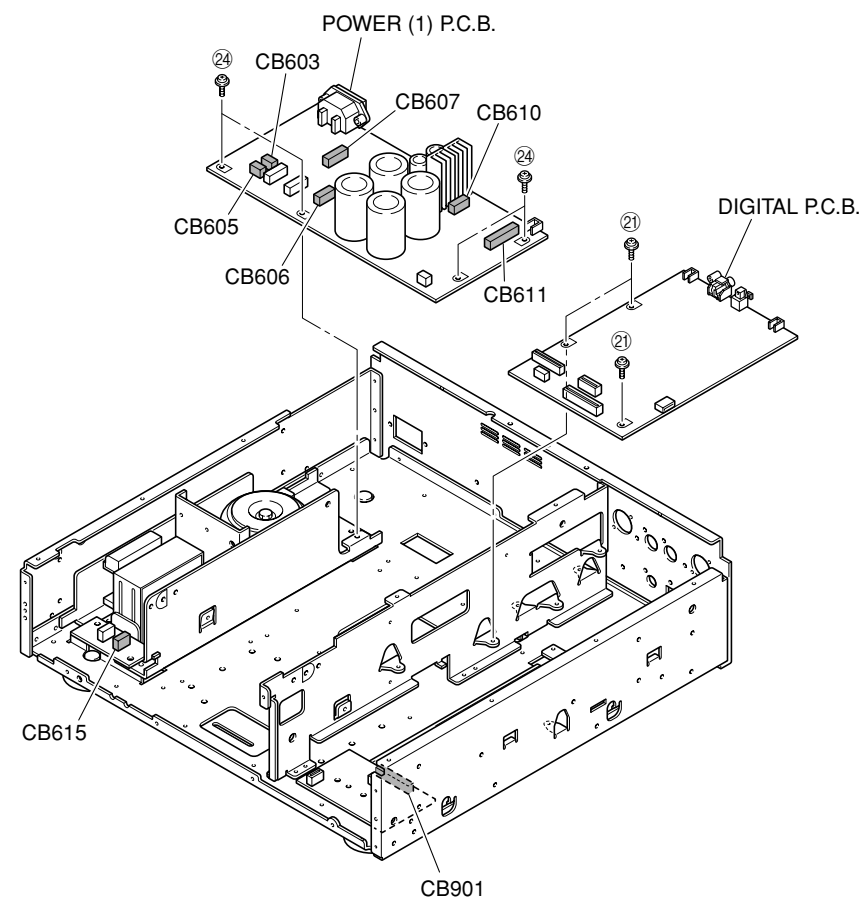

Fig. 8
- a. Remove 3 screws (21). (Fig. 8)
- c. Remove CB610-611 and CB901. (Fig. 8)
- d. Remove the DIGITAL P.C.B.. (Fig. 8)
8. Removal of POWER (2) P.C.B.
- b. Remove CB602 and CB604. (Fig. 8)
- c. Remove the POWER (2) P.C.B.. (Fig. 8)
9. Removal of POWER (1) P.C.B.
- a. Remove 4 screws (24). (Fig. 8)
- c. Remove CB603, CB605-607 and CB615. (Fig. 8)
- d. Remove the POWER (1) P.C.B.. (Fig. 8)
- a. 21のネジ3本を外します。(Fig. 8)
- c. CB610-611、CB901を外します。(Fig. 8)
- d. DIGITAL P.C.B.を取り外します。(Fig. 8)
- a. 24のネジ4本を外します。(Fig. 8)
- c. CB603、CB605-607、CB615を外します。(Fig. 8)
- d. POWER(1)P.C.B.を取り外します。(Fig. 8)